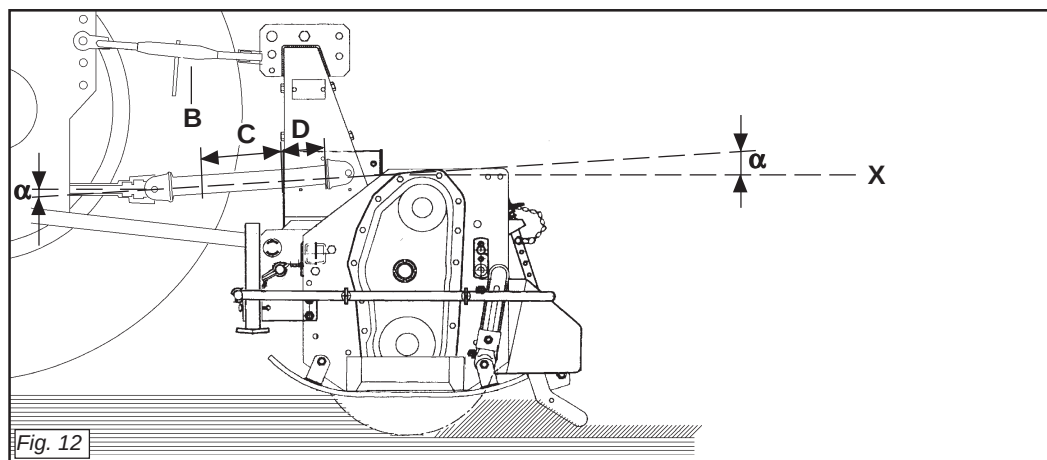
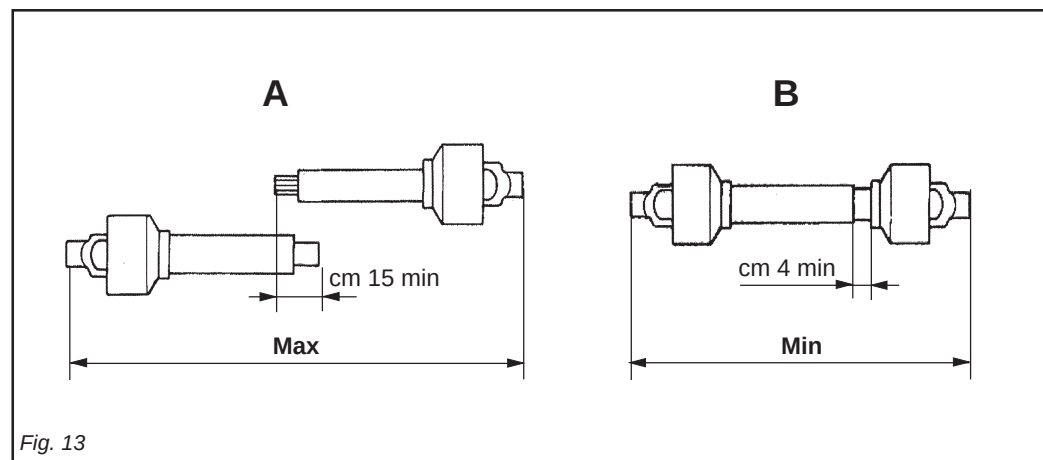

Fig. 12
Fig. 13
Per fare ciò aumentare o diminuire la lunghezza della barra superiore dell'attacco (B Fig. 12) in modo da portare l'asse (X Fig. 12) della ghiera scanalata della scatola parallela al suolo.
- I due angoli ( $\alpha$  Fig. 12) formati dalle assi delle forcelle e l'asse dei tubi scorrevoli saranno uguali e non dovranno superare i 10°.
- La copertura (C Fig. 12) dei tubi scorrevoli deve essere di 15 cm minimo (Fig. 13).
- I due tubi dell'albero di trasmissione a cardano non si devono ricoprire completamente, una corsa di sicurezza (D Fig. 12) di 4 cm minimo deve sussistere.
*To achieve this, increase or decrease the length of the top bar of the hitch (B Fig. 12) so as to set the axis (X Fig. 12) of the housing's grooved ring nut parallel to the ground.*
- *The two angles ( $\alpha$  Fig. 12) formed by the fork axes and the axis of the sliding tubes will be equal and must not exceed 10°.*
- *The sliding tubes (C Fig. 12) must overlap by at least 15 cm (Fig. 13).*
- *The two tubes of the driveline shaft must not fully overlap. There must always be a safety travel (D Fig. 12) of at least 4 cm.*
Um dies zu erhalten, die Länge der oberen Kupplungsstange (B Abb. 12) erhöhen oder verringern, bis die Achse (X Abb. 12) der Keilmutter des Gehäuses parallel zum Boden steht.
- Die beiden Winkel ( $\alpha$  Abb. 12), die aus den Achsen der Gabeln und der Achse der Gleitrohre bestehen, müssen gleich groß sein und dürfen auf keinen Fall größer als 10° sein.
- Die Überdeckung (C Abb. 12) der Gleitrohre muss mindestens 15 cm ausmachen (Abb. 13).
- Die beiden Rohre der Gelenkwelle dürfen sich nicht ganz überdecken. Es muss noch einen Sicherheitshub (D Abb. 12) von mindestens 4 cm geben.
*L'attelage est correct quand dans la position de travail la machine est horizontale. Pour obtenir cette condition augmenter ou diminuer la longueur de la barre supérieure de l'attelage (B Fig. 12) de manière à ce que l'axe (X Fig. 12) de la bague cannelée de la boîte soit parallèle au sol.*
- *Les deux angles ( $\alpha$  Fig. 12) formés par les axes des fourches et l'axe des tubes coulissants doivent être identiques et ne doivent pas dépasser 10°.*
- *La couverture (C Fig. 12) des tubes coulissants doit être au minimum de 15 mm (Fig. 13).*
- *Les deux tubes de l'arbre de transmission à cardans ne doivent pas se recouvrir complètement, il doit rester une course de sécurité (D Fig. 12) de 4 cm au minimum.*
Para ello aumentar o disminuir la longitud de la barra superior del enganche (B Fig. 12) en modo de llevar el eje (X Fig. 12) de la tuerca ranurada de la caja paralela al terreno.
- Los dos ángulos ( $\alpha$  Fig. 12) formados por los ejes de las horquillas y el eje de los tubos corredizos serán iguales y deberán superar los 10°.
- La cobertura (C Fig. 12) de los tubos corredizos debe ser como mínimo de 15 cm (Fig. 13).
- Los dos tubos del árbol de transmisión de cardán no se deben cubrir completamente, debe quedar una carrera de seguridad (D Fig. 12) de 4 cm como mínimo.
- Gli angoli ( $\alpha$  Fig. 12) dei cardani non devono essere superiori a 40° (Fig. 12). Se non si raggiungono questi due risultati:
Quando esso è inserito al massimo, il gioco minimo consentito deve essere di 4 cm. (Fig. 13).
- The angles ( $\alpha$  Fig. 12) of the drivelines must not exceed 40° (Fig. 12).
When fully inserted, the minimum play must be 4 cm. (Fig. 13).
- Die Winkel ( $\alpha$  Abb. 12) der Gelenkwellen dürfen nicht größer als 40° sein (Abb. 12).
Wenn die beiden Teile ganz zusammengeschoben sind, muß das kleinstmögliche Spiel 4 cm ausmachen (Abb. 13).